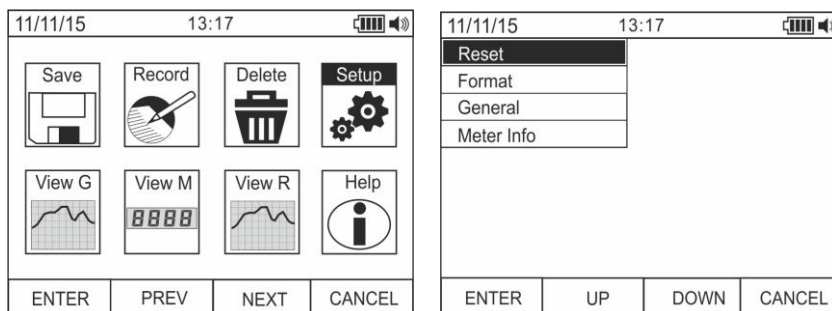

Fig. 13: Configurações gerais do instrumento
17. Usar os botões **F2** ou **F3** para selecionar o ícone “Configurar (Imposta)” e premir o botão **F1** (ver Fig. 13 – parte esquerda)